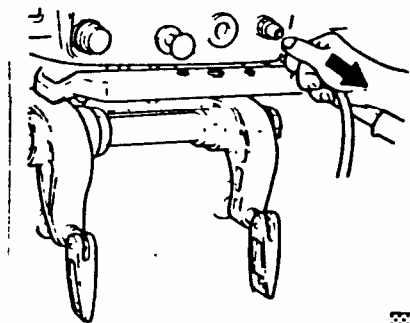

Рис. 44
- 2) Отсоедините от двигателя разъем топливного шланга (Рис. 44).